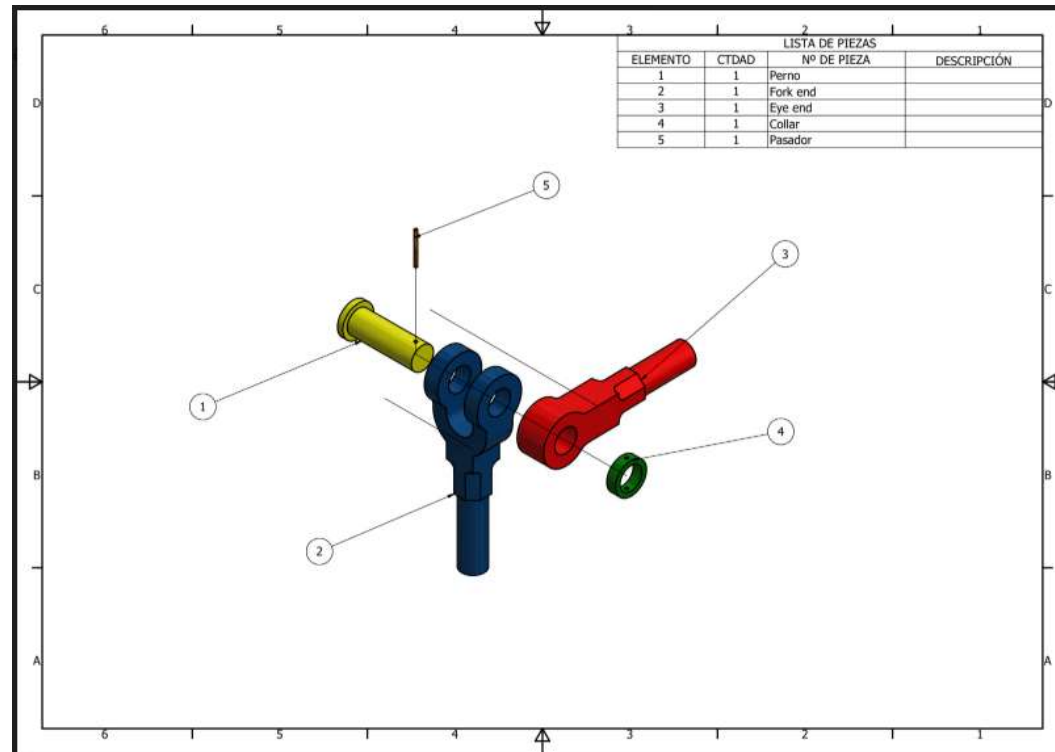

Figura 1
1) Obtener el ensamble de la articulación que se muestra en la figura 1.